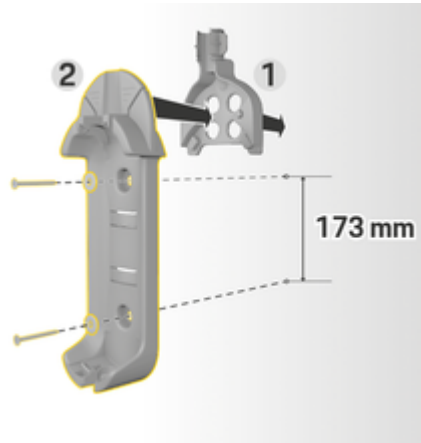

Рис. 138 Розміри отворів
3. Вставте базове настінне кріплення 2 (Рис. 138) спереду в кабельний канал 1 (Рис. 138) і притисніть.